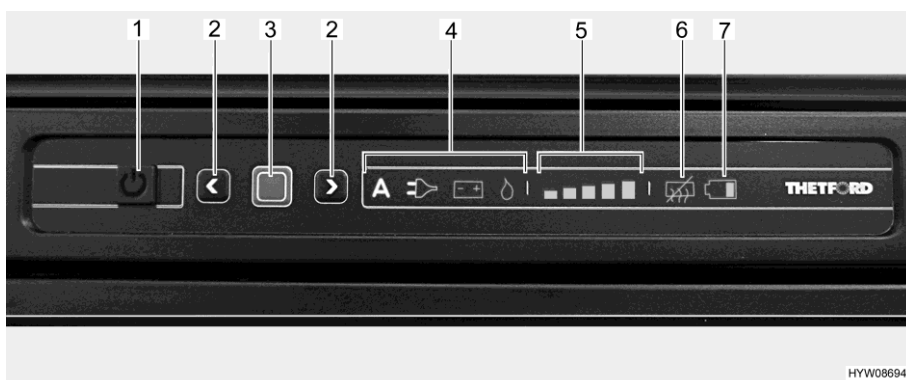

Fig. 143 Quadro comandi LED (frigorifero Thetford)
- Premere il tasto On/Off (Fig. 143,1) per 1 secondo. Il tasto si illumina di verde. Dopo circa 10 secondi, l'indicatore viene attenuato per risparmiare energia.
- Premere il tasto di conferma (Fig. 143,3). Viene visualizzata l'ultima modalità di funzionamento selezionata.
- Premere il tasto di conferma (Fig. 143,3) per circa 2 secondi. I simboli della modalità di funzionamento lampeggiano.
- Selezione manuale dell'energia: Selezionare le fonti di energia desiderate con i tasti freccia (Fig. 143,2).
- Sistema automatico di selezione di energia (solo per modelli con selezione automatica dell'energia): Selezionare la modalità di funzionamento "A" con i tasti freccia (Fig. 143,2).
- Confermare la scelta con il tasto di conferma (Fig. 143,3).
- Premere nuovamente il tasto di conferma (Fig. 143,3). L'indicatore del livello di refrigerazione (Fig. 143,5) lampeggia.
- Per modificare l'impostazione, premere i tasti freccia (Fig. 143,2) fino a visualizzare l'impostazione desiderata.
- Premere il tasto On/Off (Fig. 143,1) per circa 2 secondi. Tutte le spie si spengono. Il frigorifero è spento.
Dopo l'accensione il frigorifero seleziona automaticamente la regolazione del termostato selezionata per ultima. Questa impostazione può essere modificata manualmente con i tasti freccia (Fig. 143,2). Ci vogliono alcune ore prima che il frigorifero raggiunga la temperatura normale di esercizio. Quando si commuta a un'altra modalità di funzionamento, la regolazione sul termostato viene mantenuta.